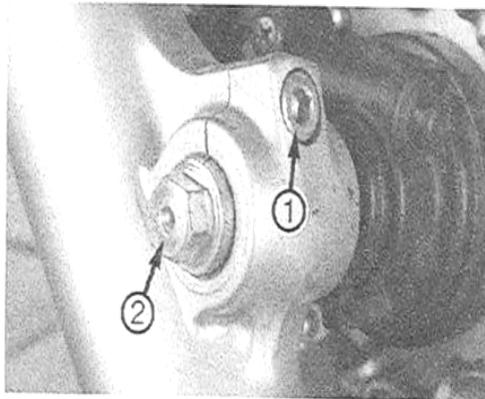

Bild 181
- Rechts Gabelklemmschraube ① Bild 181 und Achse ② ausdrehen. Rad entnehmen.